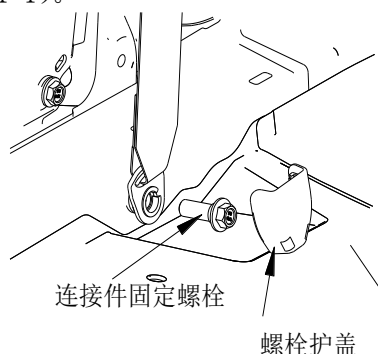

图 1-1
3、将 B 柱下部的螺栓护盖向外扳将其拆卸, 然后拆除连接件固定螺栓。螺栓拧紧力矩 42N.m (图 1-1)。